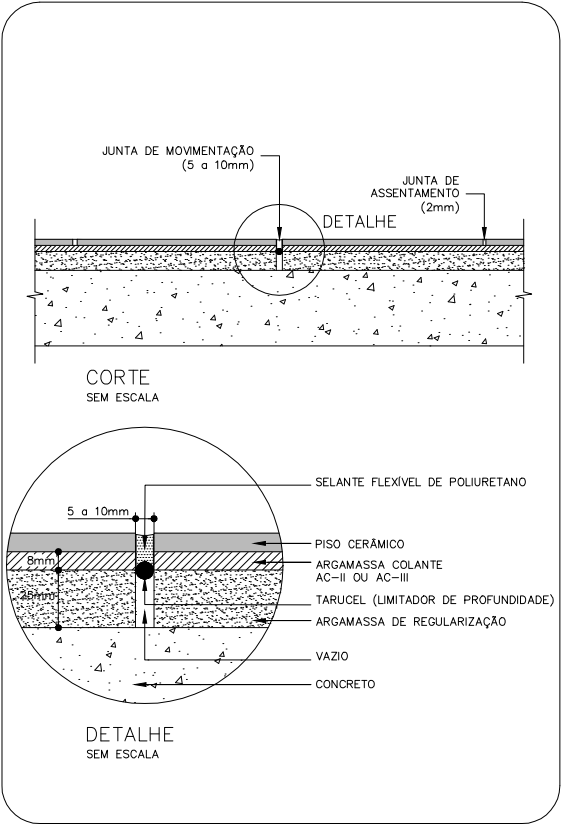

Figura 3:
- » as juntas de movimentação devem ter de 5 a 10mm de largura e aprofundar-se até a laje. No espalhamento da argamassa de regularização, executar as juntas com frisor. [Ver figura 3].